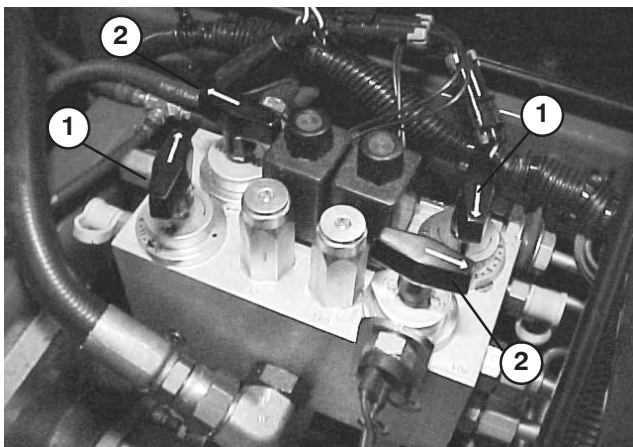

Figure 72
3. Localisez les boutons de sélection de vitesse des cylindres et les boutons de rodage (Fig. 72). Tournez le(s) bouton(s) voulu(s) à la position de rodage et le(s) bouton(s) de sélection de vitesse des cylindres à la position 1.